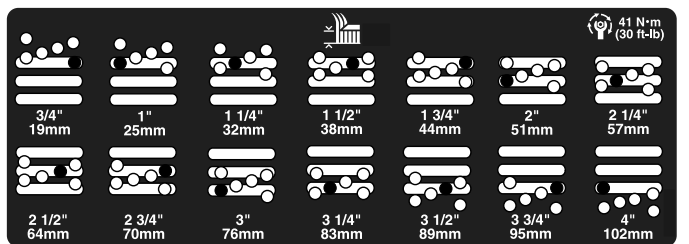

图 22
5. 将切割腔移至所需的剪草高度然后将隔片安装至指定的剪草高度孔和槽 图 22。